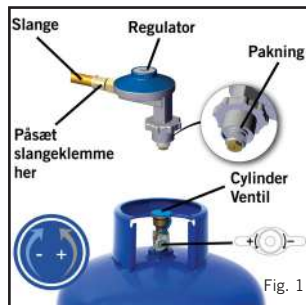

Fig. 1
- Slangen og pakningen på regulatoren skal kontrolleres for slitage eller beskadigelse før hver brug og før tilslutning til gasflasken (se fig.1).
- Udfør denne kontrol, hver gang du slutter apparatet til en gasflaske (se fig. 1).